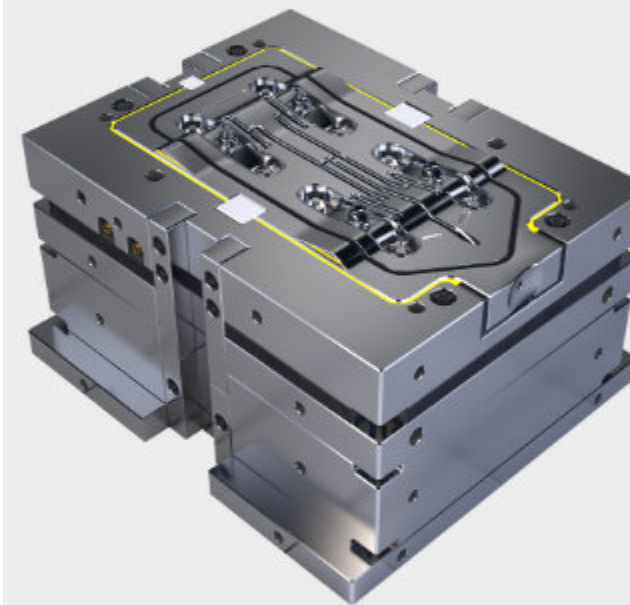

Abb. 23: IsoForm® Gummi-Werkzeug & Artikel
- Beim Schwingelement (Abb. 23) wurde durch IsoForm® eine Verdreifachung der Lastzyklen erreicht